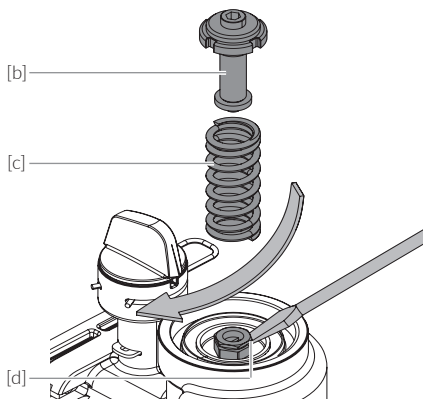

Fig. 9.11
- / Fig. 9.11 : Retirer l'unité de vis de réglage [b] et le ressort [c]